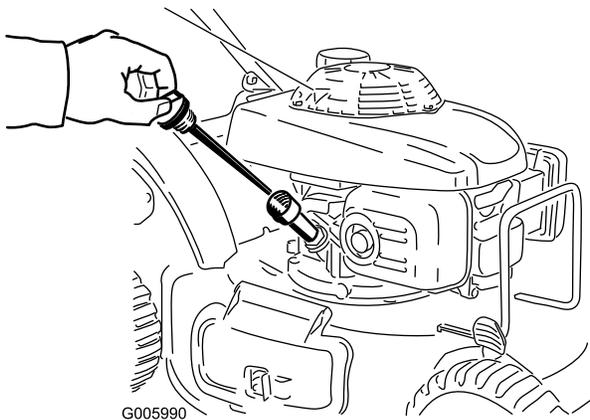

Figura 12
1. Retire la varilla (Figura 12).
2. Vierta aceite **lentamente** por el tubo de llenado de aceite, comprobando el nivel con la varilla de vez en cuando, hasta que la varilla indique que el motor está lleno, tal como muestra Figura 12. **No llene demasiado.** (Capacidad máxima: 0,55 l (20 onzas), **tipo: aceite detergente SAE 30W** con clasificación de servicio API SH, SJ, SL o superior.)